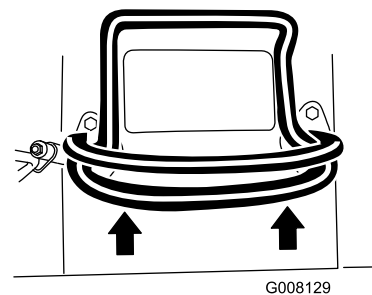

Figura 6
- Para conducir hacia adelante, mueva el control de tracción hacia adelante (Figura 6).